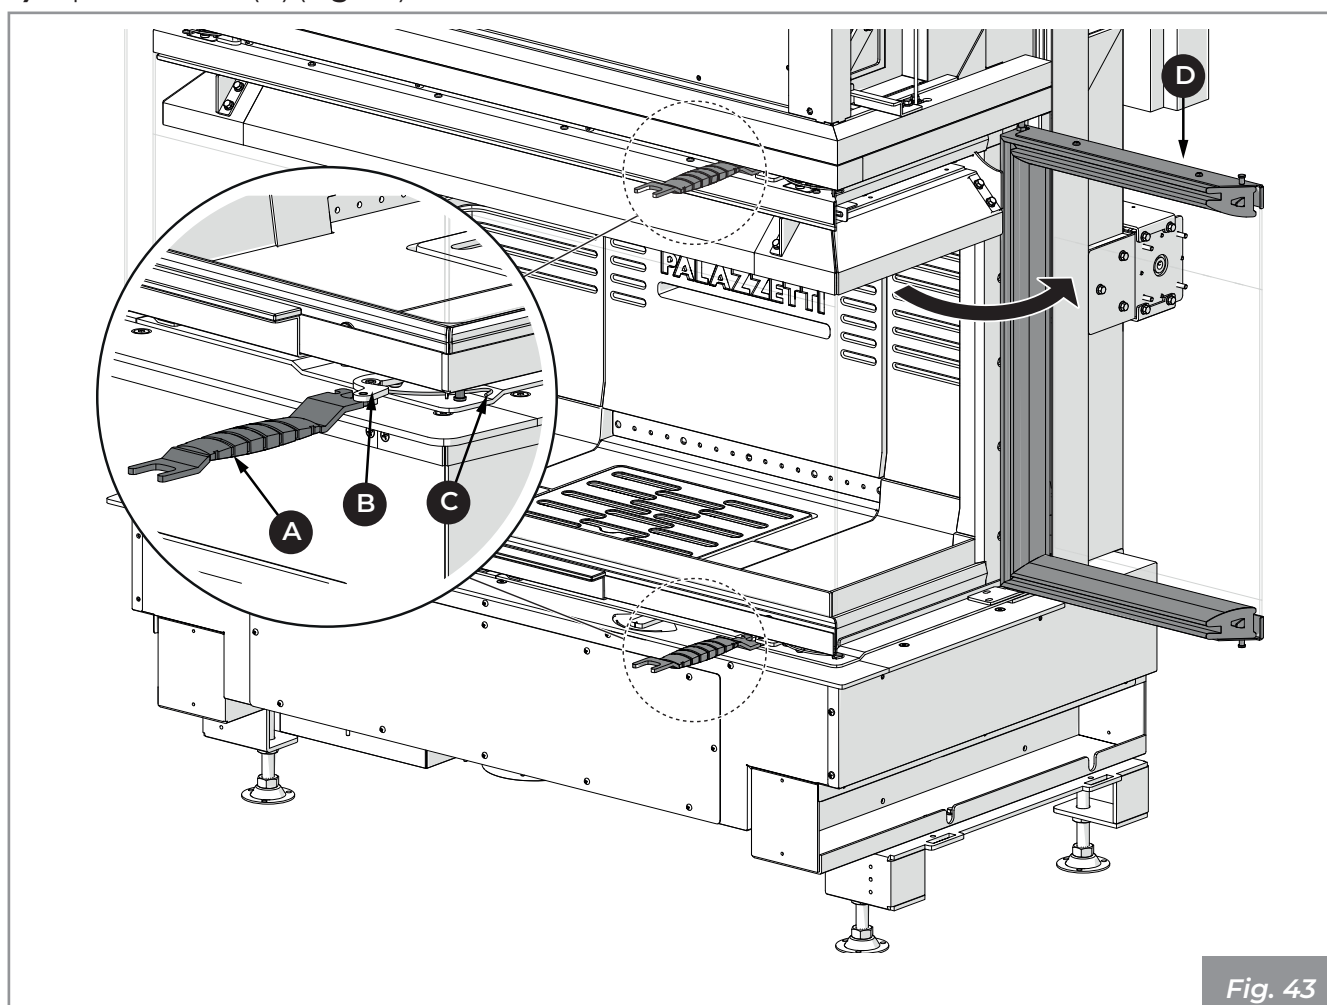

Fig. 43
- 1) Utilizzare la maniglia fredda (A) per ruotare la leva (B) e liberare il gancio (C)
- 2) Aprire la l'anta (D) (Fig. 43).